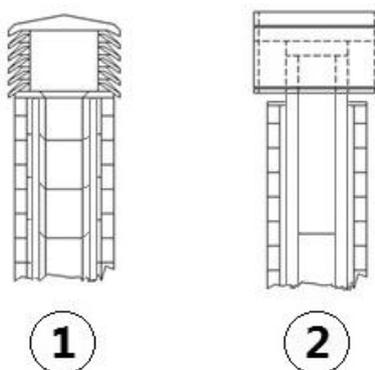

Fig. 5 - Comignoli antivento
- Si consiglia un comignolo di tipo antivento, vedi Fig. 5.
- Canna fumaria esterna realizzata esclusivamente con tubi inox isolati cioè con doppia parete minimo Ø100/120 mm: il tutto ben ancorato al muro. Con comignolo antivento (vedi **Fig. 5**).